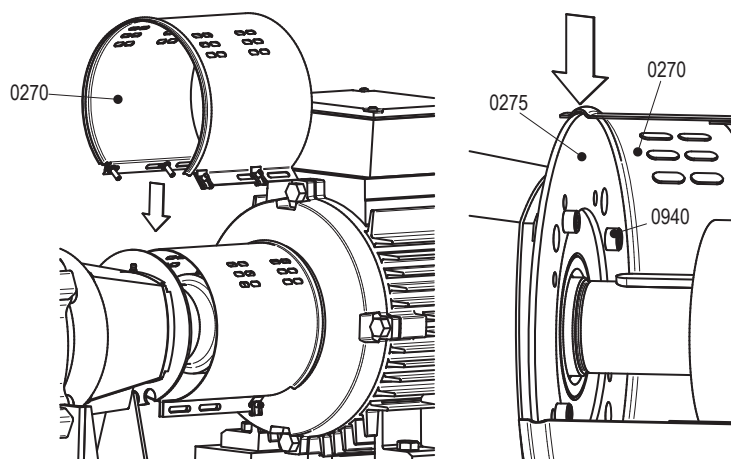

Bild 16: Montera manteln på pumpsidan.
- 7 Skruva loss bultar (0940) och ta fästplattan (0275) från lagerlocket (2115). Version L5/L6: Skruva loss bultar (0940) och ta fästplattan (0275) från lagerblocket (2840). Se bild 16.
- 4 Montera fästplattan (0275) på lagerlocket (2115) med skruvarna (0940). Version L5/L6: Montera fästplattan (0275) på lagerblock (2840) med skruvarna (0940). Se bild 16.